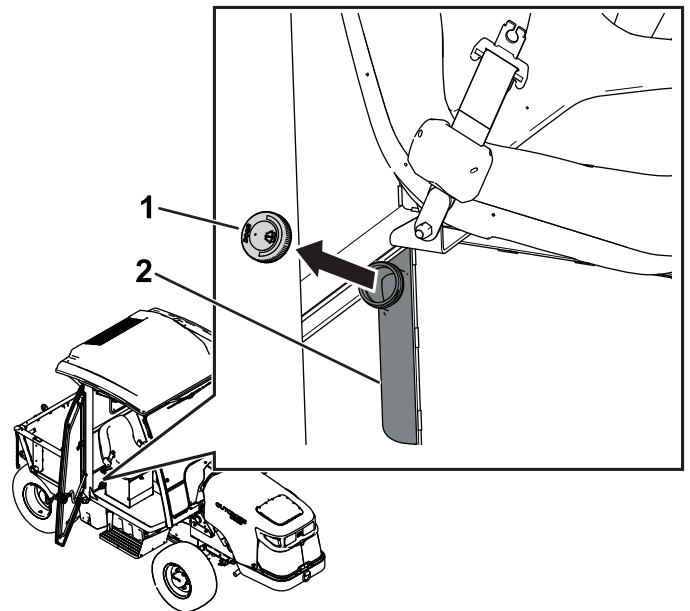

Bild 119
1. Nehmen Sie den Deckel vom Behälter ab (Bild 119).